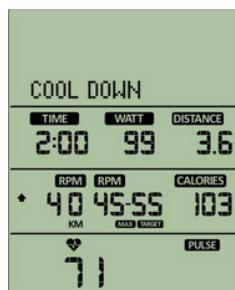

Figura 54
- f. La función de enfriamiento (Cool Down) tiene el indicador de matriz mostrando 'COOL DOWN' encendido de forma continua. El temporizador digital inicia una cuenta regresiva de 2 minutos, con la ventana de RPM derecha mostrando un rango objetivo de 45 a 55 RPM, y la ventana de RPM izquierda mostrando el valor actual. Cuando la velocidad excede el rango, la ventana izquierda de RPM mostrará indicadores de ↑ / ↓ para sugerir al usuario que aumente o disminuya la velocidad de pedaleo (Figura 54).